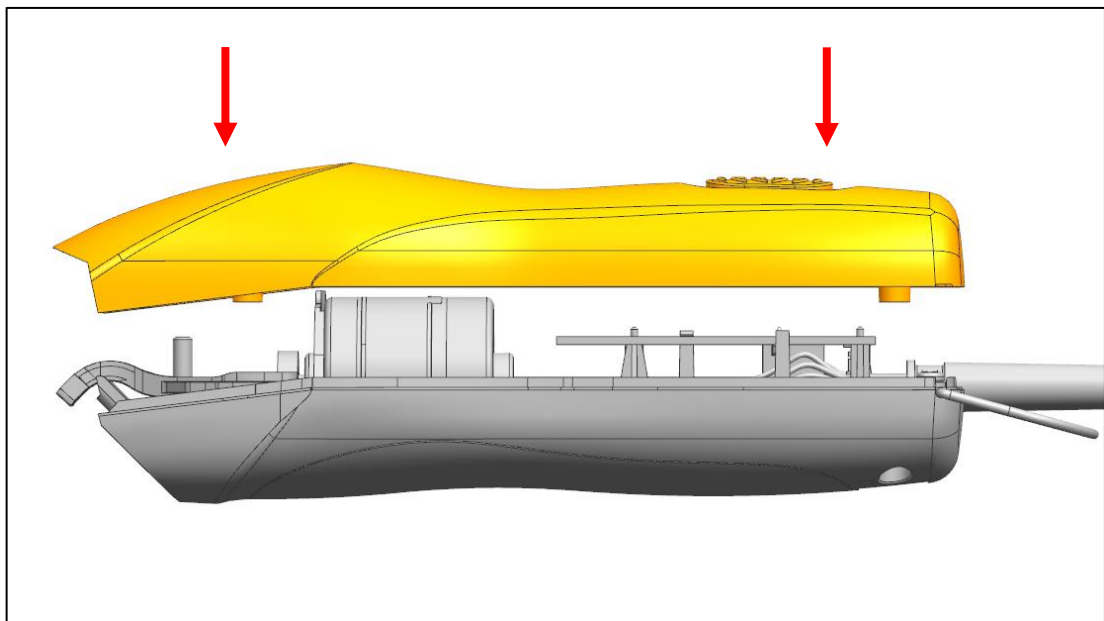

Abb. 45
a) Setzen Sie das Gehäuseoberteil auf das Gehäuseunterteil auf (Abb. 45).